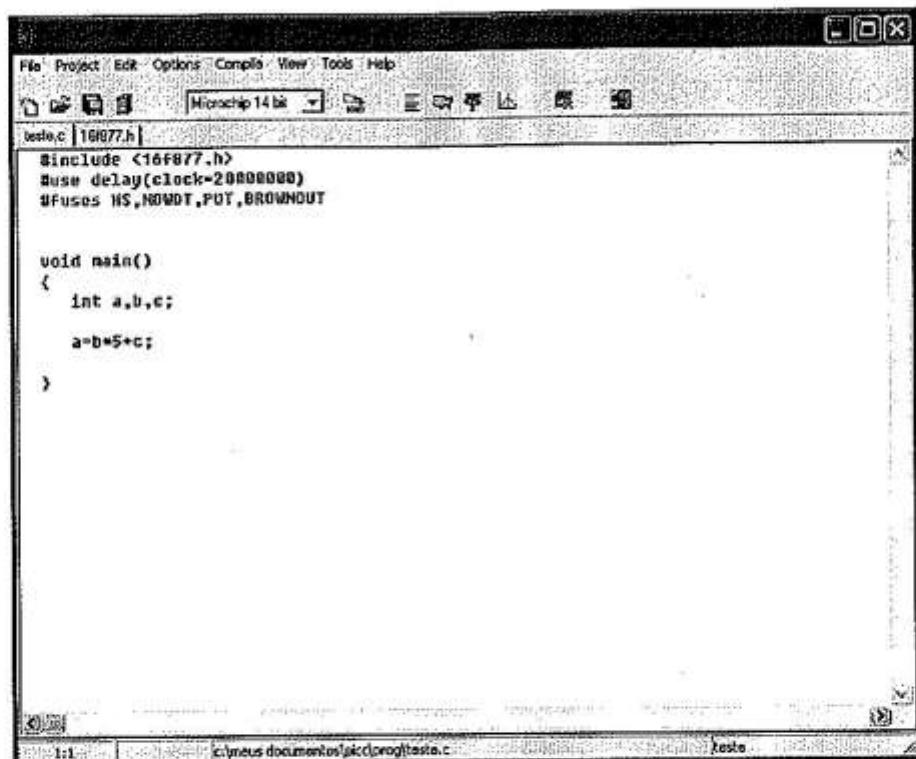

Figura 3.1
- Na figura 3.1 temos uma imagem do IDE.
No exemplo do programa da figura 3.1, o código *assembly* visualizado é:
No exemplo da figura 3.1, o conjunto de símbolos gerado pelo programa